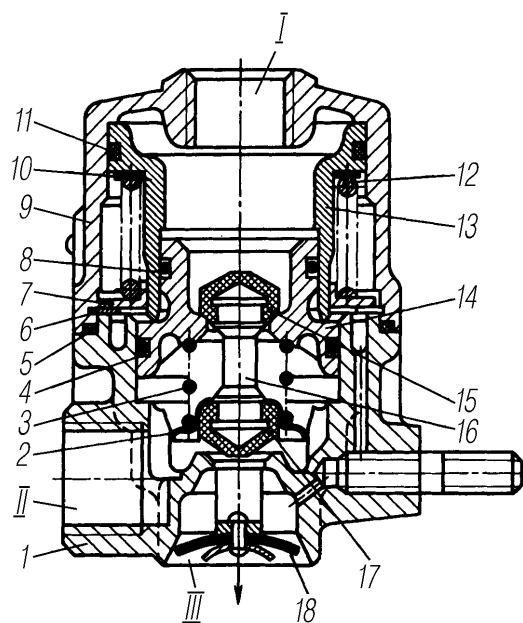

Рис. 52. Клапан ограничения давления:
**Клапан ограничения давления** (рис. 52) предназначен для уменьшения тормозной силы колес передних осей автомобиля при торможении с малой интенсивностью, а также для быстрого выпуска воздуха из тормозных камер при оттормаживании.